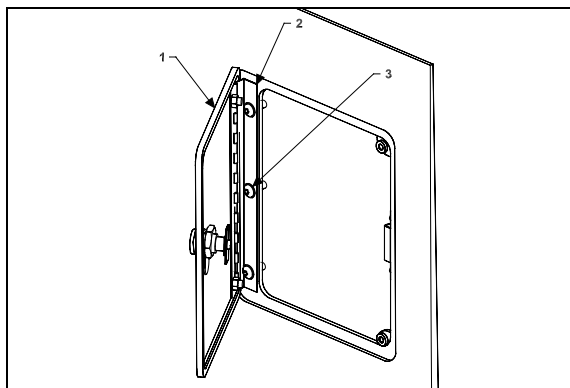

FIGURE 73: PORTE DU RÉSERVOIR DE CARBURANT
1. Ouvrir la porte du réservoir de carburant (1, Figure 73).
2. Desserrer les vis (3, Figure 73) qui fixent le panneau à la charnière (2, Figure 73).